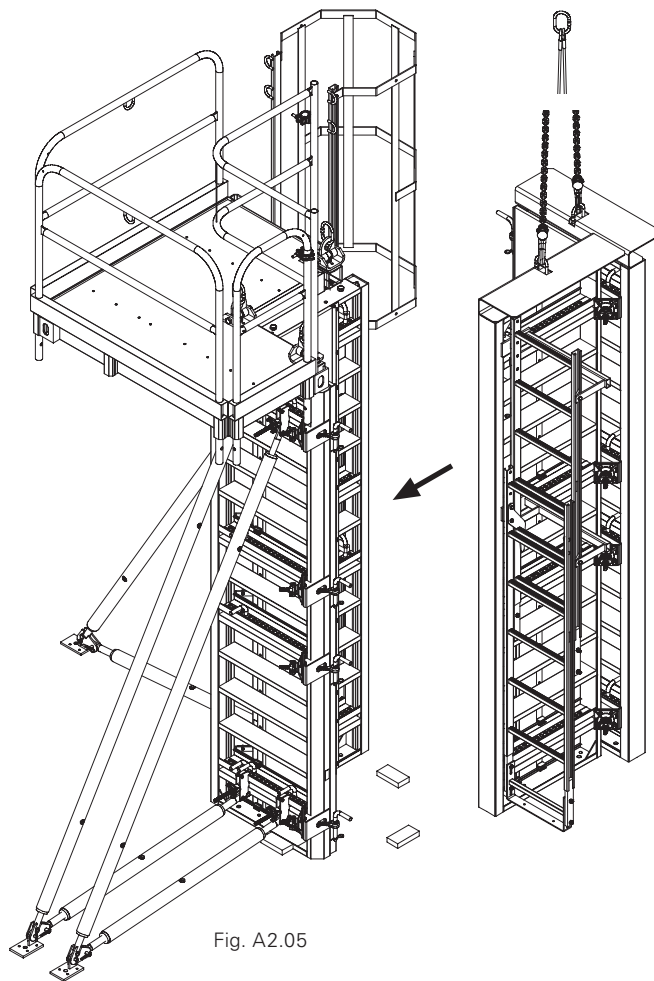

Fig. A2.05
2. Posizionare la metà della cassaforma accanto alle tavole di battuta. (Fig. A2.05)